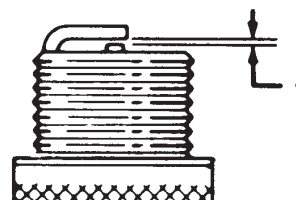

Figure 39
6. Réglez l'écartement des électrodes à 0,76 mm, comme indiqué dans la Figure 39.